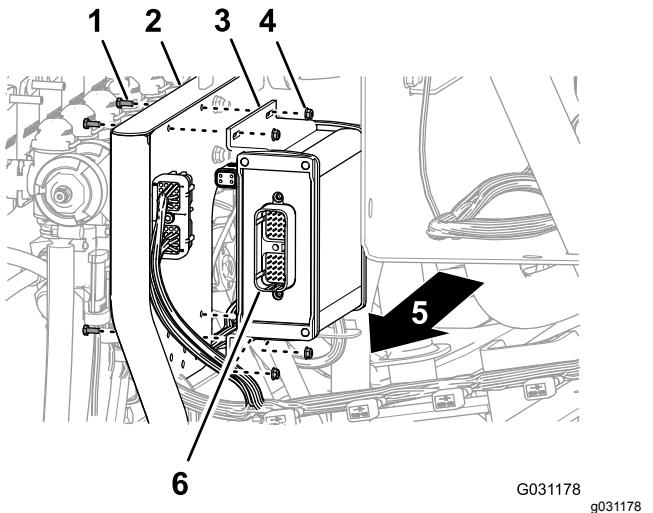

Figura 160
2. Monte el controlador del fumigador en el soporte de las válvulas (**Figura 160**) con los 4 pernos (4 x 10 mm) y las 4 contratuercas con arandela prensada (4 mm).
1. Alinee el controlador del fumigador con el lado delantero del soporte de las válvulas, orientando el conector de 40 pines hacia fuera (Figura 160).